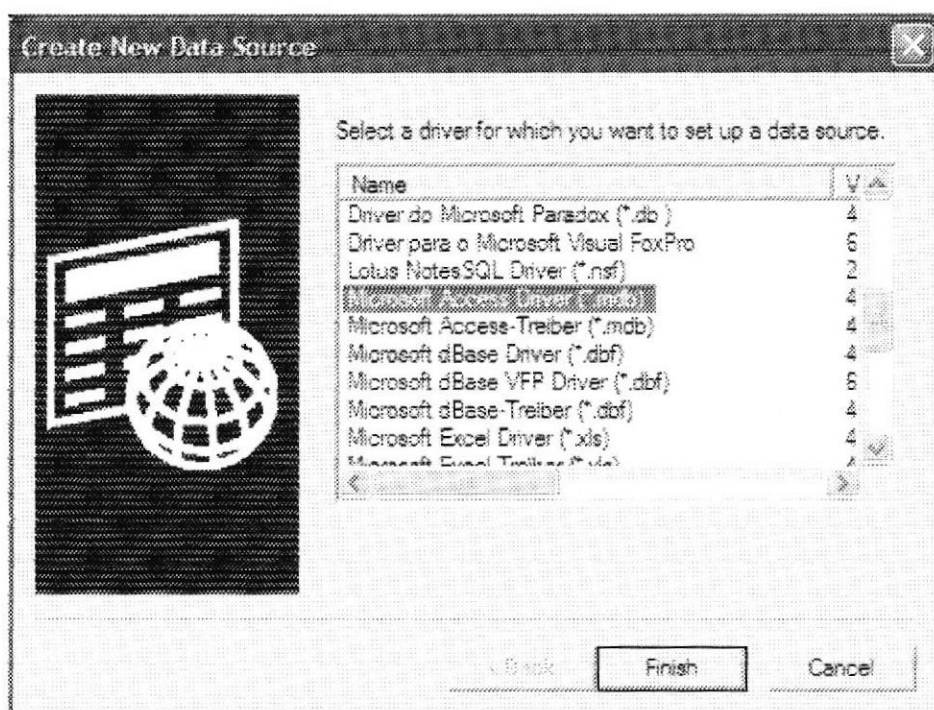

Figura 4.2. Controladores o Driver de las Bases de Datos
4. Le aparecerá una pantalla con todos los Driver o controladores de las Bases de Datos como se muestra en la pantalla que se encuentra en la figura 4.2, usted escogerá MICROSOFT ACCESS DRIVER (mdb) y finaliza.